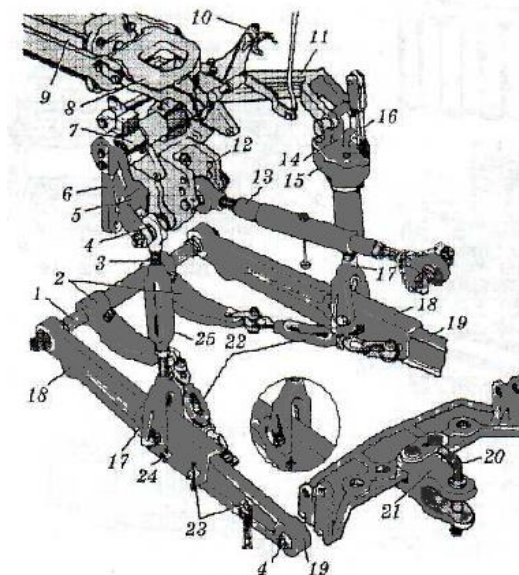

Рис. 3
3. Ознайомтеся з будовою начіпного механізму трактора МТЗ-80. Знайдіть на начіпному механізмі частини, позначені на рис. 3 цифрами: